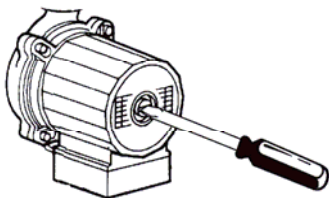

Abb. 57
2. Kontrollieren Sie die Umwälzpumpen. Nachdem Sie die Pumpenstopfen ausgeschraubt haben, drehen Sie die Pumpenwelle. Danach setzen Sie den Pumpenstopfen wieder ein. (Abb. 57)